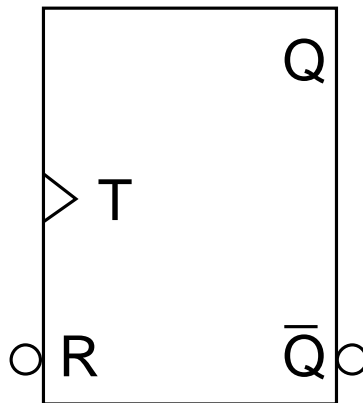

Abbildung 3: T-Latch mit neg. Rücksetzeingang.
- b) Entwickeln Sie einen BCD-Vorwärtszähler mit T-Latches die über negierte Rücksetzeingänge verfügen (siehe Abbildung 3). Neben den T-Latches stehen ihnen nur NAND Gatter zur Verfügung.